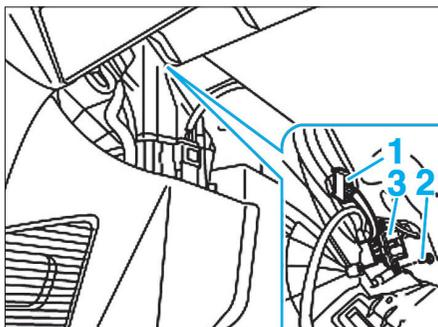

FIG. 22
- Débrancher le connecteur (1) (Fig.22).
- la vis (2) de la résistance,
- la résistance (3).